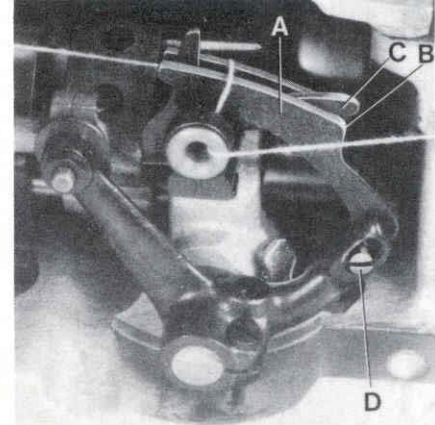

Fig.11
Coloque el anillo (B, Fig. 9) para levantar la barra de presión en la barra izquierda en tal manera para que haya una distancia de aprox. 1.5 mm (1/16") entre el perno levantador (C) y la superficie inferior del anillo (B), cuando el pie reposa en la placa de aguja (vea Fig. 11). Coloque el anillo (D) en la barra derecha cerca a la horquilla del anillo (C) para levantar la barra de presión de la barra izquierda.
On the two thread double locked stitch styles, the height of the looper thread take-up (A, Fig. 11) is set so, that the cast-off hook (C) forces the looper thread over the corner (B) of the looper thread take-up (A) at the time the point of the descending needle is flush with the lower edge of looper or projects up to 1 mm (.040") below the lower edge of looper. Draw the looper thread into the machine, rotate pulley in operating direction and note the position of the needle point to lower edge of looper at the time the cast-off (C) forces the looper thread over the corner (B).
For setting the looper thread take-up loosen screw (D, Fig. 11).
En las maquinas de costura de doble cadeneta de dos hilos, se ajusta la altura del alimentador del hilo del looper (A, Fig. 11) en tal manera que el gancho (C) del alimentador del hilo del looper suelte el hilo sobre el canto (B) del alimentador (A) en el momento cuando la punta de la aguja coincide con el borde inferior del looper o pase hasta 1 mm (.040") debajo el borde inferior del borde del looper. Enhebre el hilo del looper, gire el volante en sentido de operación y memorice la posición de la punta de la aguja referente al looper en el momento cuando el gancho del alimentador (C) suelte el hilo sobre el canto (B).
Para ajustar el alimentador del hilo del looper suelte el tornillo (D, Fig. 11). Si la punta de la aguja se encuentra por encima del borde inferior del looper, hay que ajustar el alimentador (A) hacia arriba. Si la punta de la aguja se encuentra más que 1 mm por debajo del borde inferior del looper, hay que bajar el alimentador (A) adecuadamente. Apriete el tornillo (D) otra vez.